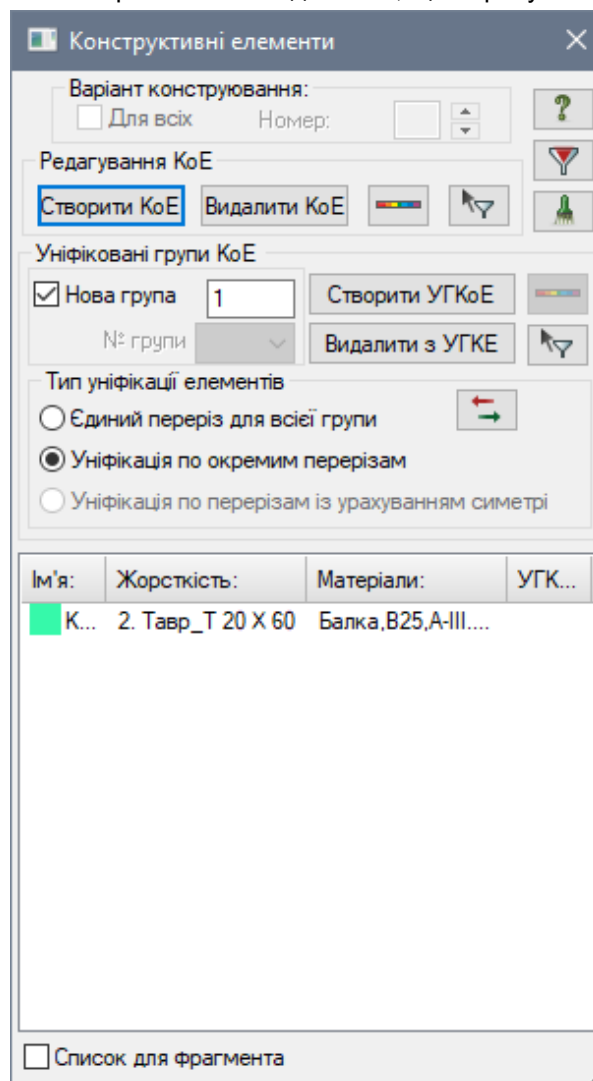

Рис. 1.18. Діалогове вікно Конструктивні елементи
- Для створення конструктивних елементів відкрийте діалогове вікно **Конструктивні елементи** (рис. 1.18) натиснувши на кнопку  – **Конструктивні елементи** (панель **Конструювання** на вкладці **Створення та редагування**).